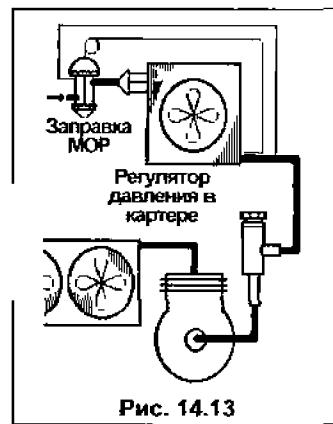

Рис. 14.13
**\* Установка снабжена регулятором давления в картере (пусковым регулятором), но TPB находится под действием ограничителя максимального рабочего давления (МОР), иначе называемого защитой мотора от перегрузки (см.рис.14.13)**